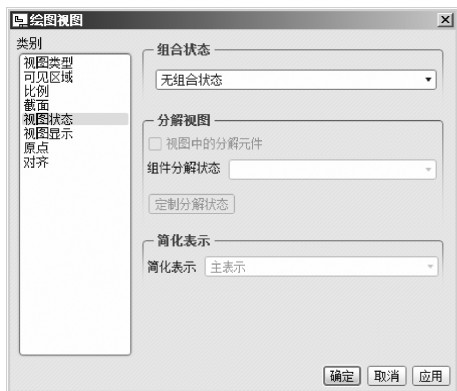

图 10-73 设置视图状态
(5) 视图状态。在【类别】列表中，选择【视图状态】选项，对话框如图 10-73 所示，可以在其中设置视图的显示状态。